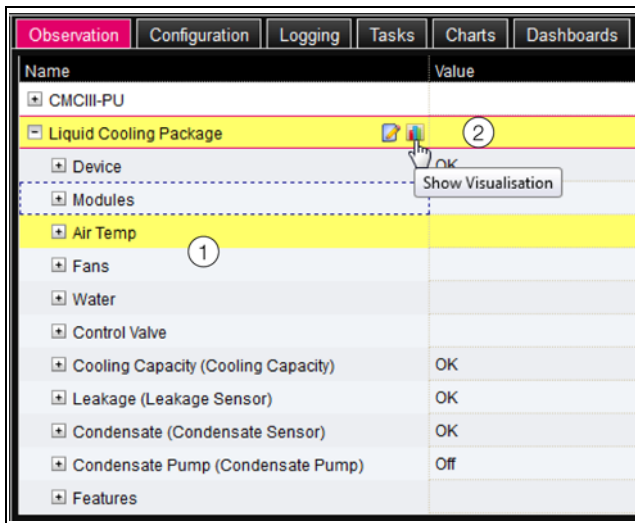

Рис. 103: Древовидная структура
- Когда после выбора уровня "Liquid Cooling Package" отображаются нижестоящие элементы "Device", "Air", "Water" и т. д. (рис. 103), перейдите в графическое отображение следующим образом:
- Нажмите на цветной графический символ в виде диаграммы рядом с элементом "Liquid Cooling Package" (рис. 103, поз. 2).
Отображение поменяется на древовидную структуру (рис. 103) и Вы можете целенаправленно получить доступ к настройкам Liquid Cooling Package.